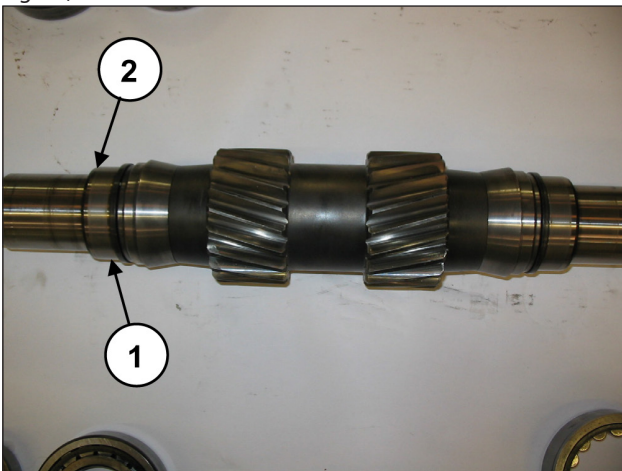

Fig. 33
Extraer las anillas internas de los cojinetes del eje PTO (pos. ①, Fig. 33) y los dos distanciadores del cojinete interno (pos. ②, Fig. 33).